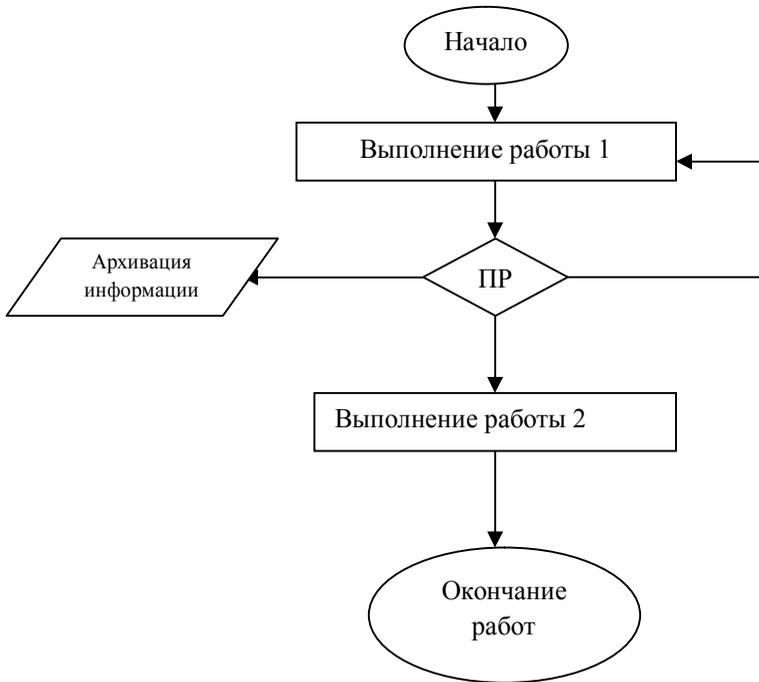

Рис. 1. Пример составления блок-схемы
**Блок-схема.** Наиболее часто используемый инструмент при определении основных видов деятельности и этапов реализации проекта. Дает наглядное представление о распределении управленческих потоков. Пример составления блок-схемы приводится на рис. 1.